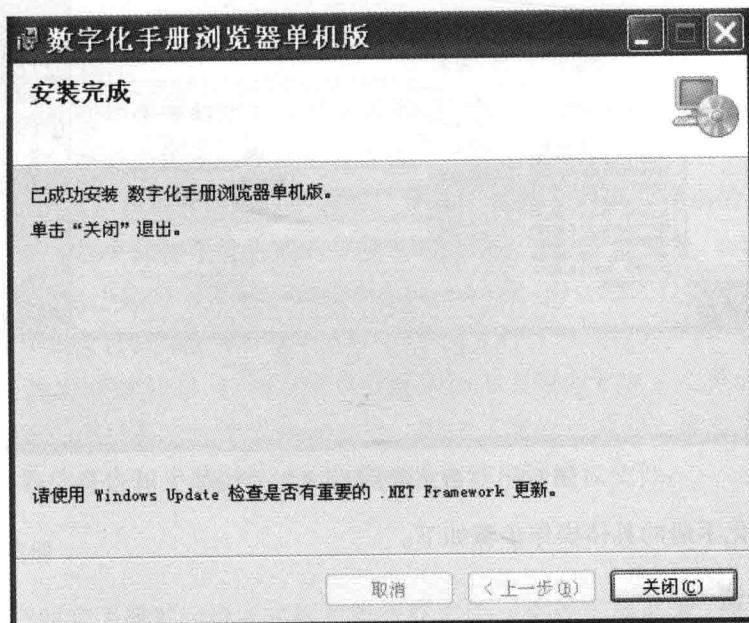

图 1-8 “安装完成”窗口
8) 当成功安装结束后, 安装向导显示图 1-8 所示的“安装完成”窗口, 提示用户系统已正确安装完成。单击“关闭”按钮, 完成安装。